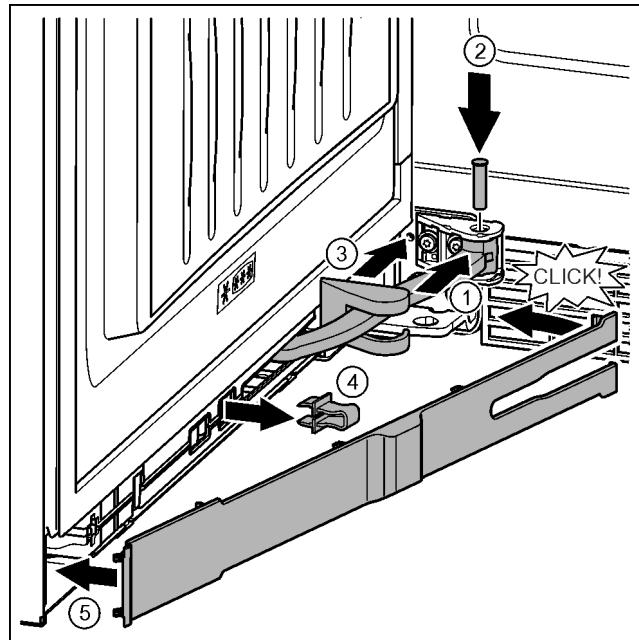

Fig. 40
- Поверніть шарнір у навішуванні. Fig. 40 (1)
- За допомогою викрутки T15 встановіть гвинт в навішування та шарнір. При цьому виступ фіксатора повинен займати правильне положення в пазу. Fig. 40 (2)
- Просуньте кришку опорного кронштейна вздовж шарніра та встановіть її над навішуванням. Fig. 40 (3)
- Зніміть запобіжник. Fig. 40 (4)
- Встановіть накладку з боку ручки та поверніть. Fig. 40 (5)